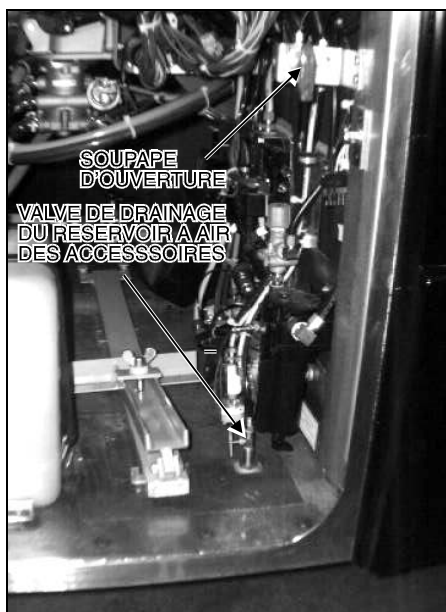

FIGURE 1: COMPARTIMENT DE SERVICE AVANT
**Avertissement:** Dans le compartiment de service avant, tourner la soupape d'ouverture d'urgence de la porte vers la droite (figure 1). L'ouverture de cette soupape permet d'enlever la pression sur l'électrovanne à remplacer.
1. Vider le réservoir d'air des accessoires à l'aide du robinet de drainage (le réservoir fournit l'air sous pression à l'électrovanne à remplacer). Ce robinet est situé dans le compartiment de service avant (figure 1). Refermer le robinet. Le réservoir se remplira de nouveau automatiquement par le fonctionnement du moteur.